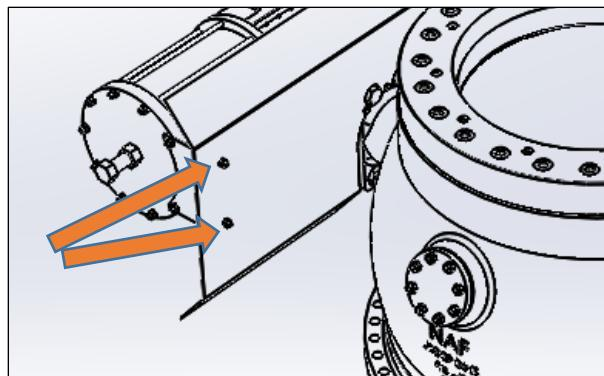

Abbildung 3: Entfernen des Hitzeschildes
1. Entfernen Sie das Hitzeschild (65) durch Entfernen der in Abbildung 3 angegebenen 4 Schrauben. Seien Sie vorsichtig beim Entfernen des letzten Satzes der Befestigungselemente.
2. Verwenden Sie einen Markierer/Bleistift und markieren Sie eine Linie auf der Jammerplatte (22) und dem Stellglied (101). Diese Linie wird später helfen, das Stellglied wieder in die gleiche Position zu bringen.
**Entfernen Sie nicht die Schrauben (33), da diese den Jammer an Ort und Stelle halten, und vermeiden Sie, dass sich das Kugelsegment aufgrund seines Eigengewichts dreht.**